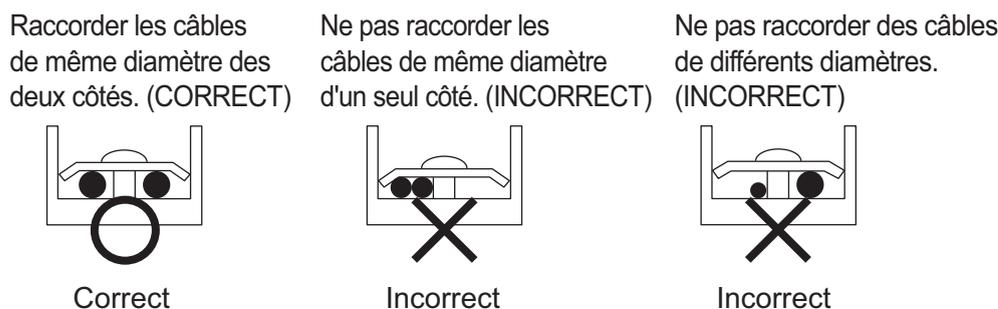

Fig. 24
- Ne raccordez pas des fils de différents diamètres à la même borne d'alimentation. (Un desserrage de la connexion peut provoquer une surchauffe.) (Reportez-vous à la Fig. 24)